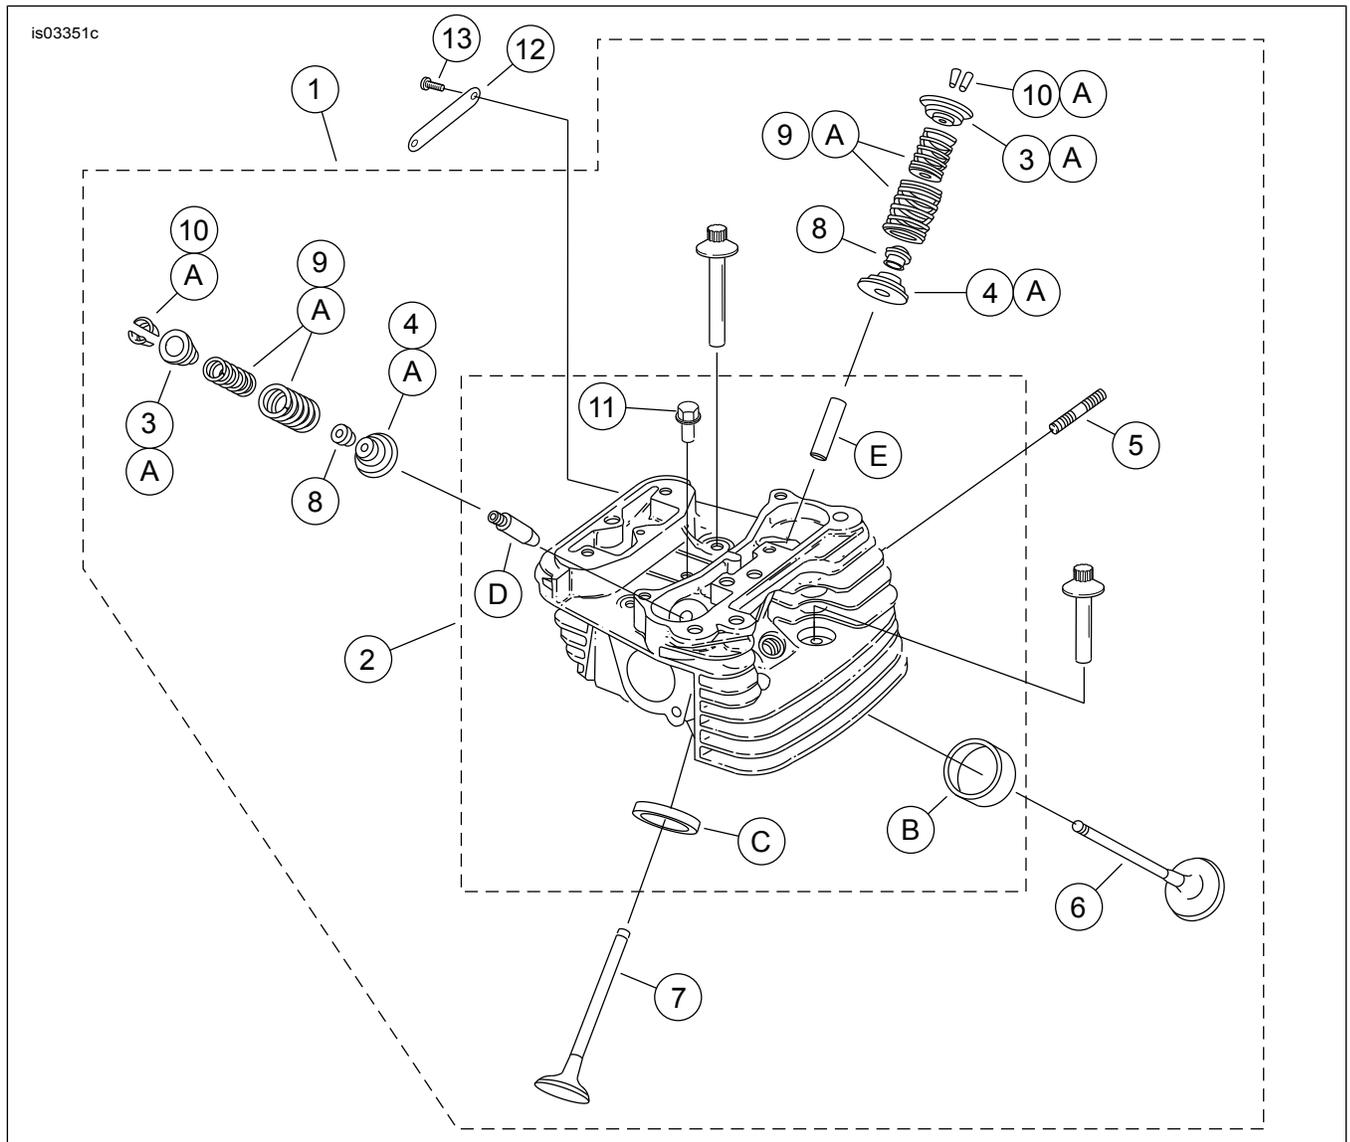

Figura 9. Peças de reposição: Motor para competição Screamin' Eagle SE120R
Veja Figura 9. Os cabeçotes do cilindro de substituição (1) têm emblemas "USINADOS POR CNC". Se desejar, reutilize ou adquira novos emblemas "120R" (12).